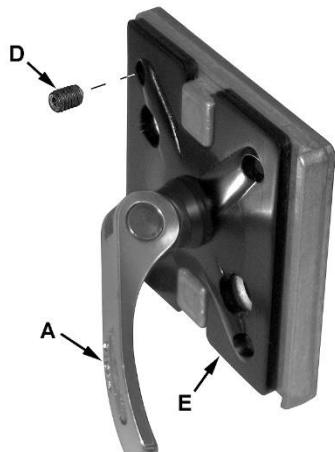

Рис. 15
5. С помощью 3 мм шестигранного ключа отрегулируйте винты (D, Рис. 15) через отверстия, расположенные в углах подвижного зажима (E, Рис. 15).